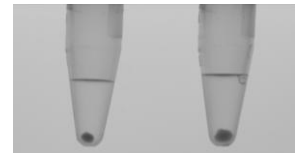

Abb.1: empfohlene Pelletgrößen
- 50 – 200 µl von einer flüssigen Probe, die Partikel enthält, um nach der Zentrifugation ein Pellet von maximal 2 mm zu erhalten (vgl. Abb. 1)
- Die Größe des Pellets kontrollieren, es enthält die Bakterienzellen aus der Probe. Das Pellet darf eine Größe von ca. 2 mm Durchmesser nicht überschreiten (siehe Abb. 1). Falls nötig, einen Teil vom Pellet mit dem Überstand werfen